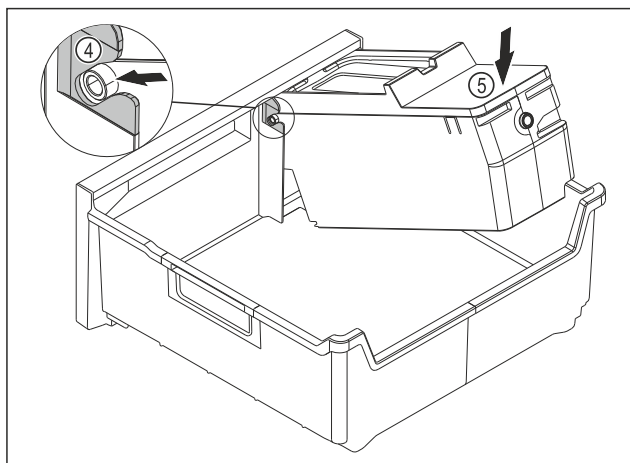

Fig. 78
- ▶ Смонтируйте корпус EasyTwist-Ice: Вставьте оси корпуса EasyTwist-Ice в направляющие Fig. 78 (4).
- ▶ Вдавите корпус EasyTwist-Ice Fig. 78 (5) вниз.